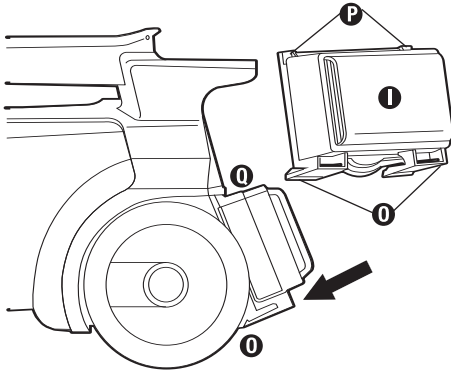

FIG. 14
Step 1: Insert upper filter corner tabs **P** firmly under rear housing tabs **1** (Fig. 14).
Step 2: Pivot filter **1** down until bottom clips **0** on filter click securely into place on the cleaner (Fig. 14).
Étape 1 : Introduisez fermement les onglets de coin supérieur du filtre P sous les onglets arrière du carter ❶ (Fig. 14).
Étape 2 : Faites pivoter le filtre ❶ vers le bas jusqu'à ce que les crochets ❶ s'enclenchent fermement en place sur l'aspirateur (Fig. 14).
Paso 1: Inserte los esquineros superiores del filtro P firmemente debajo de las lengüetas traseras del alojamiento ❶ (Fig. 14).
Paso 2: Haga pivotar el filtro ❶ hacia abajo hasta que las presillas inferiores ❶ del mismo calcen firmemente con un clic en su sitio en la aspiradora (Fig. 14).